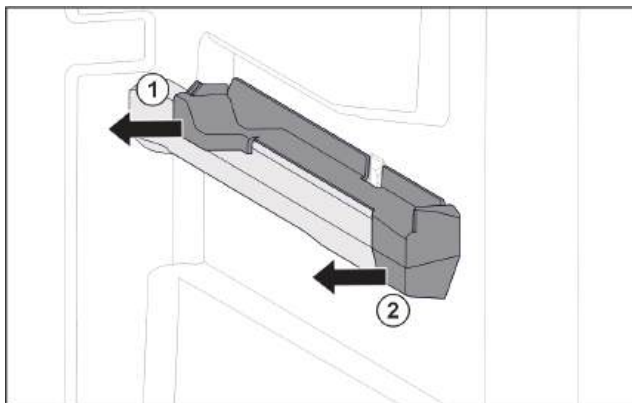

Fig. 97 Aufsteckteil auf der rechten Behälterrippe
- Aufsteckteil hinten zur Seite abziehen. Fig. 97 (1)
- Aufsteckteil vorne zur Seite abziehen. Fig. 97 (2)